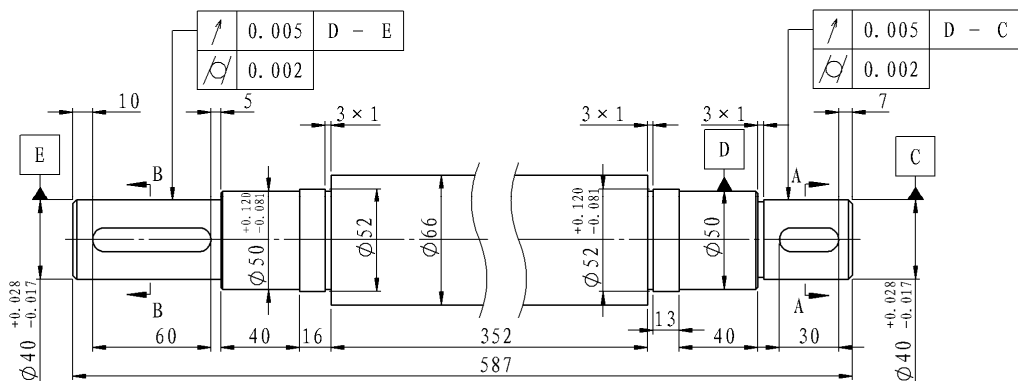

图 6.15.23 创建其他形位公差
Step2. 创建其他形位公差。参照上面的步骤，添加图 6.15.23 所示的其他形位公差。